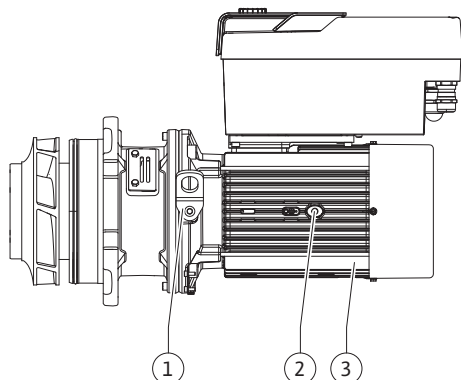

Fig. 112: Motor-løpehjulsenhet
13. Før inn motor-løpehjulsenheden (se Fig. 112) i pumpehuset, og posisjoner den i den gamle posisjonen eller i en annen vinklet posisjon som ønsket. Ta hensyn til de tillatte monteringsstillingene for komponentene (se kapittelet «Godkjente monteringsstillinger og endring av komponentplasseringen før installasjon» [► 25]).
14. Det anbefales å bruke monteringsbolter (se kapittelet «Tilbehør» [► 21]). Etter at lanterneføringen griper merkbart (ca. 15 mm før endeoposisjon), er det ikke lenger fare for velt eller tilting. Når motor-løpehjulsenheden er sikret med minst én skruer (Fig. I/III, pos. 10 eller Fig. III/IV, pos. 29), kan festeutstyret fjernes fra transportløkkene.
15. Skru inn skruene (Fig. I/III, pos. 10 eller Fig. III/IV, pos. 29), men ikke trekk til fullstendig. Mens skruene skrues inn, blir motor-løpehjulsenheden trukket inn i pumpehuset.